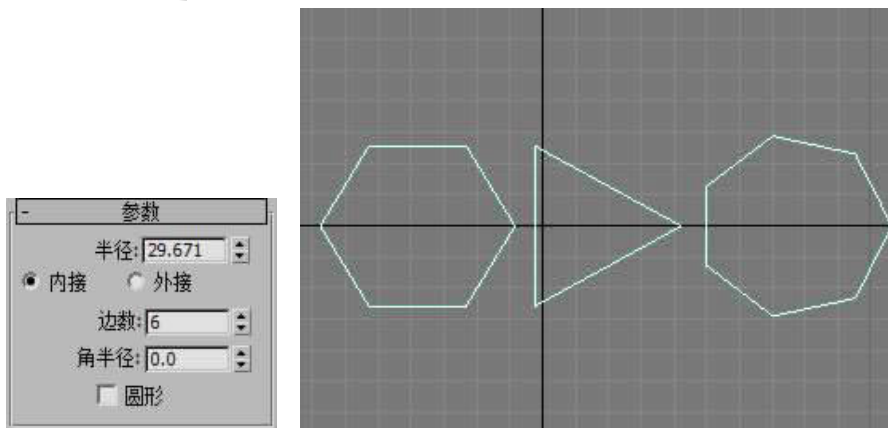

图 2-30 多边形参数
(5) 多边形
使用“多边形”可创建具有任意面数或顶点数 (N) 的闭合平面或圆形样条线，如图 2-30 示。